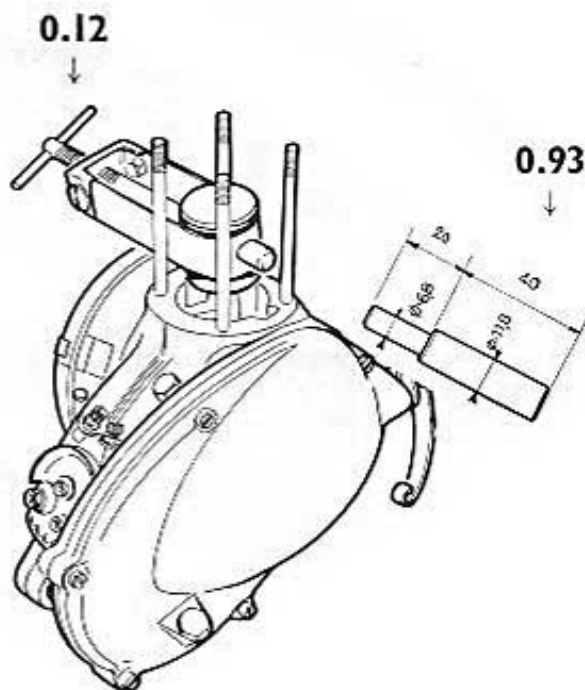

Fig. 36
- Mettre en place l'outil 0.12 muni de l'embout $\varnothing 11$ long. 62 et visser pour engager l'axe aux 3/4 de sa course (fig. 36).